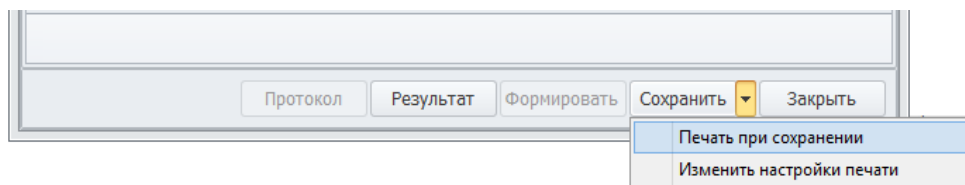

Рисунок 143: Вызов действия "Печать при сохранении"
- 3 Распечатать сформированные Рабочие наряды можно на этапе их сохранения. Для этого необходимо из меню кнопки **Сохранить** вызвать действие «**Печать при сохранении**» (рис. 143).